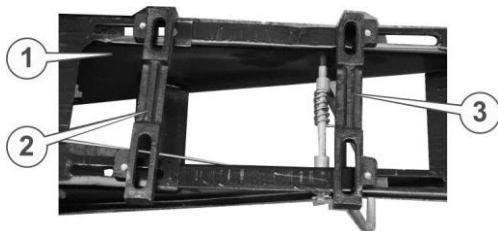

Рисунок 18. – Рама
13. Послабити болти кріплення передньої (3) (див. рис. 18.) та задньої (2) балок кріплення двигуна на рамі (1). Виставити балки перпендикулярно таким чином, щоб поздовжня відстань між пазами балок дорівнювала поздовжній відстані між кріпильними отворами в інсталяційних лапах двигуна.